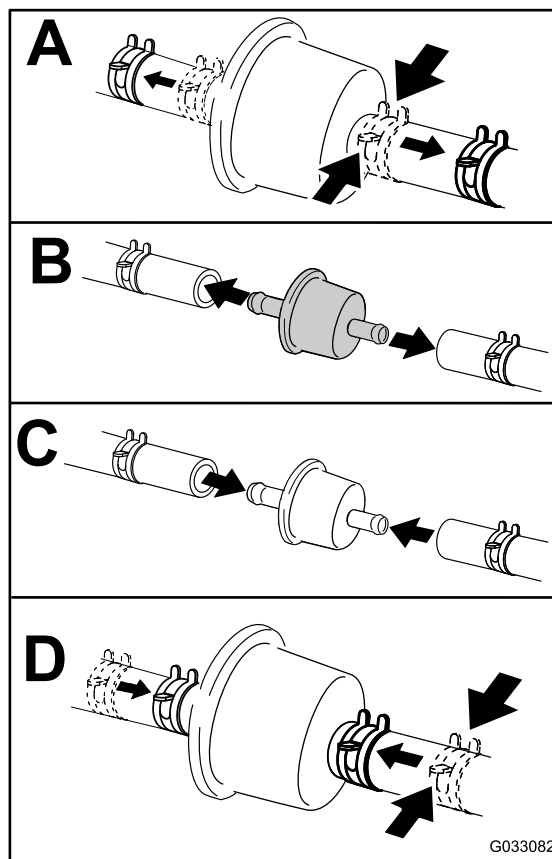

Figura 50
4. Înlocuiți filtrul de combustibil (**Figura 50**).